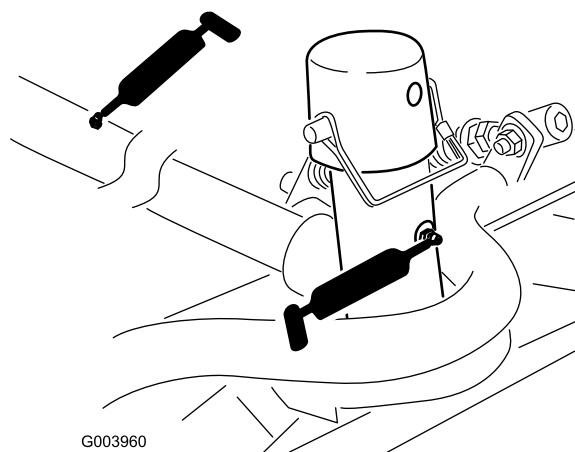

Рисунок 63
- Оси поворота подъемного рычага (по 1 шт.) (Рисунок 63)
- Несущая рама и ось поворота режущего блока (по 2 шт.) (Рисунок 63)